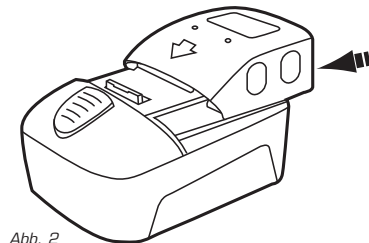

Abb. 2
1. Richten Sie die Ladestation (14) wie gezeigt am Akku-Pack (9) aus und schieben Sie diese darauf. Die Ladestation muss hörbar auf dem Akku-Pack einrasten (Abb. 2).